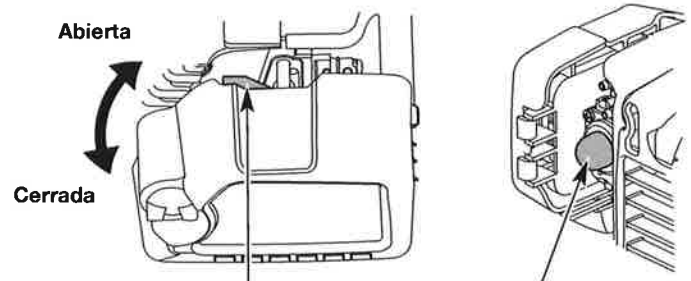

Fig. 7
SI HAY FRÍO... En tiempo de frío (por debajo de 40°F), mueva hacia abajo la palanca de arranque roja para clima frío (Fig. 7) a fin de ponerla en la posición cerrada, y continúe con el paso 3. **NO** mueva esta palanca si la temperatura está por encima de 40°F.
3. Oprima y suelte despacio la pera del cebador **10 veces** (Fig. 7). Si no se ve combustible en la pera del cebador, oprima y suelte la pera hasta que se vea el combustible.
SI HAY FRÍO... En tiempo de frío (por debajo de 40°F), después de que la unidad arranque, mueva de nuevo la palanca de arranque roja para clima frío a la posición abierta (Fig. 7).